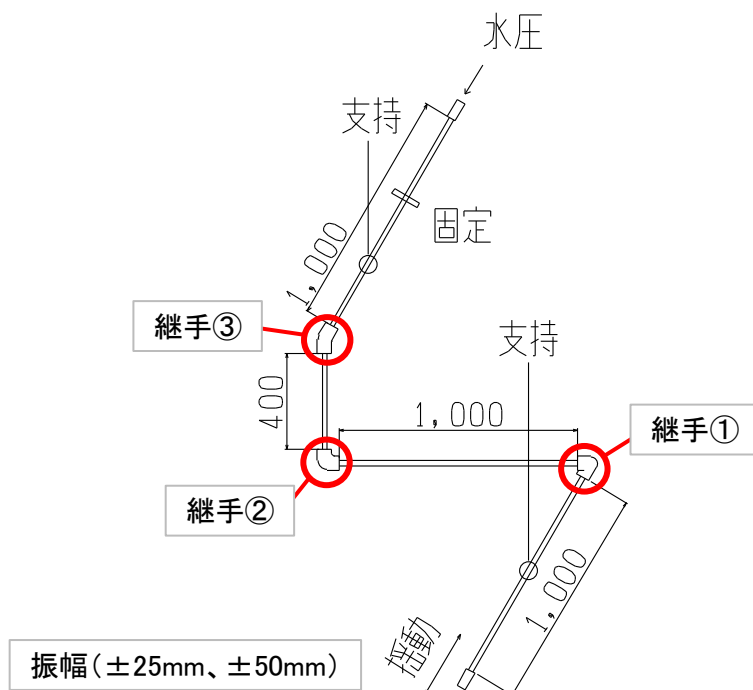

図 4-16 揺動試験Ⅱ 概略図
(1) 試験方法
図 4-16 に示すように継手に管を接合し、水圧 0.6MPa、振振幅 $\pm 25\text{mm}$ 及び $\pm 50\text{mm}$ 、振振速さ 0.5Hz(30 回/分)で 10,000 回揺動し、ナットの緩み及び漏れの有無を確認する。継手①、②、③(図 4-16 赤丸部)は通常施工状態より袋ナットを 45° 締込不足とする。